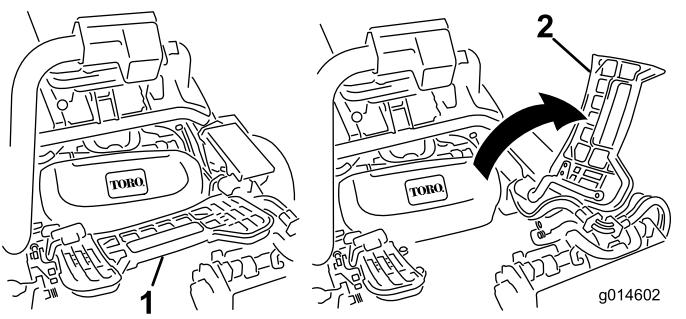

Figura 50
- Levante el reposapiés y gírelo hacia arriba, para tener acceso a la posición de la unidad de corte central (Figura 50).